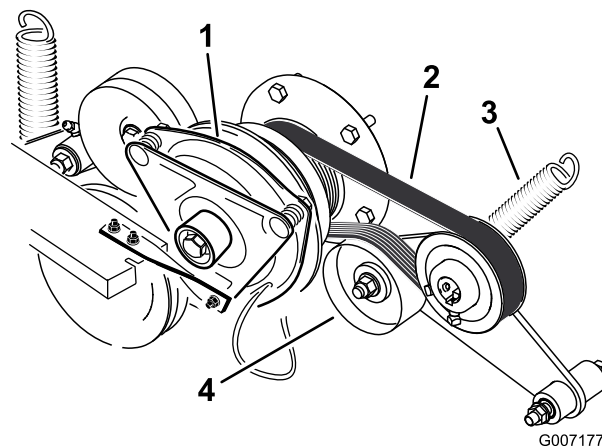

Figura 65
3. Togliete la molla di tensione dal braccio di rinvio (Figura 65).
4. Montate la nuova cinghia attorno alle pulegge del motore e della pompa idraulica (Figura 65).
6. Montate la molla sul braccio di rinvio (Figura 65).